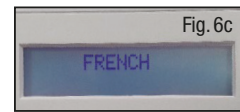

Fig. 6c
- Mantenga pulsado el botón **DATOS** para desplazarse por el listado de idiomas disponibles. Suelte el botón **DATOS** cuando aparezca el idioma deseado. La unidad usará el idioma que ha seleccionado (Fig. 6c). Apague la unidad para salir del menú de prueba. Cuando vuelva a encender la unidad, mostrará el idioma que ha seleccionado.